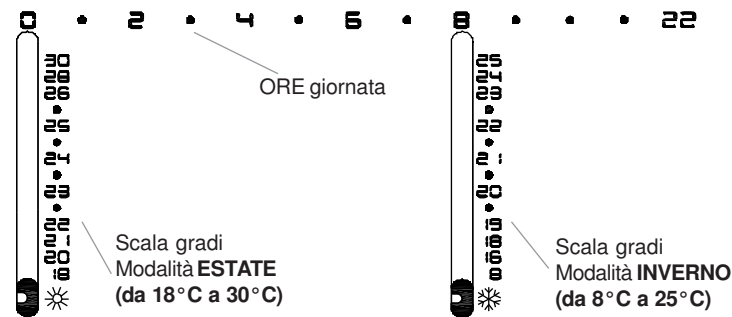

Fig.12
**Simply** grazie ai suoi 24 **Cursori** permette di impostare per ogni ora della giornata la temperatura desiderata. Sul frontale sono tampografati verticalmente i gradi di riferimento per le modalità ESTATE / INVERNO. In orizzontale invece sono riportate le 24 ore della giornata. Fig.12